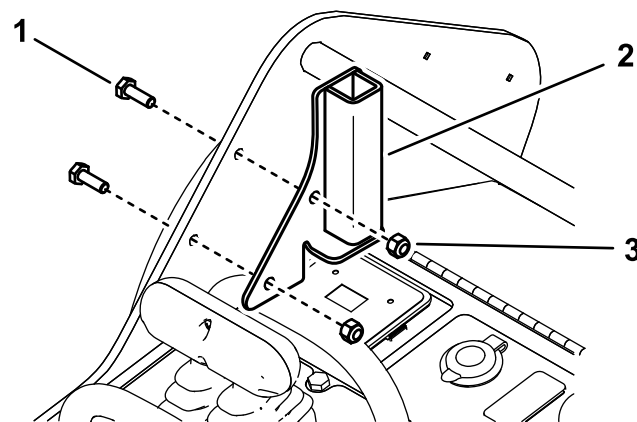

Bild 7
3. Befestigen Sie den linken Scheibenbügel mit zwei Schrauben ($1/4'' \times 3/4''$) und zwei Sicherungsmuttern ($1/4''$) am linken Rahmen, wie in Bild 7 abgebildet.
4. Befestigen Sie den rechten Scheibenbügel mit zwei Schrauben ($1/4'' \times 3/4''$) und zwei Sicherungsmuttern ($1/4''$) am rechten Rahmen, wie in Bild 7 abgebildet.